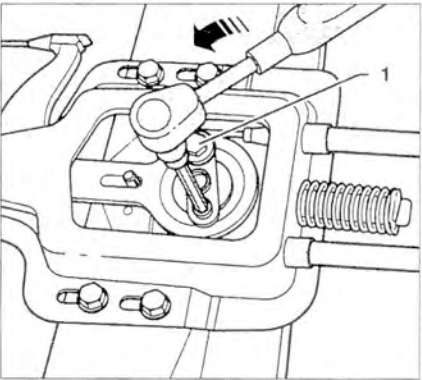

Рис. 8.28. Ослабьте болт 1 и поверните кулачок в направлении стрелки до упора.
- 2. Ослабьте болт 1 и поверните кулачок в направлении стрелки до упора (рис. 8.28).
10. Ослабьте болт 1 и поверните кулачок в направлении стрелки до упора (рис. 8.28).